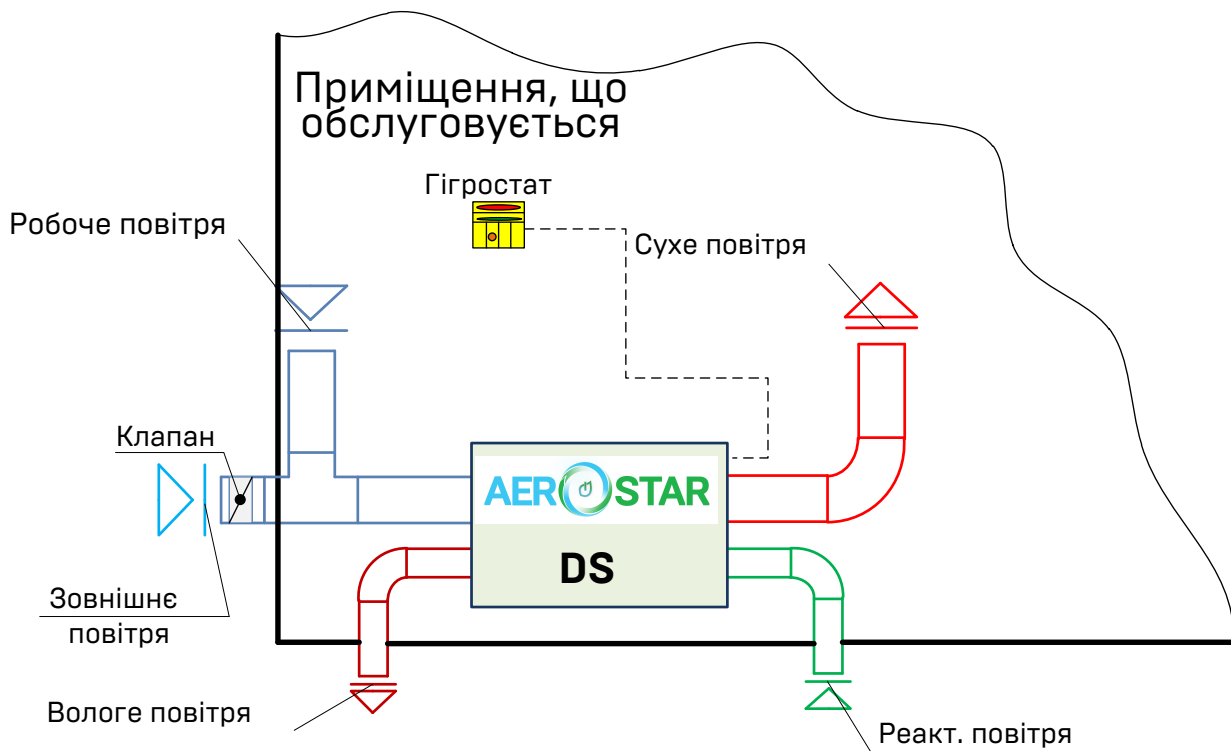

Рисунок 4.5 – Робота осушувача за «закритою» схемою з підмішуванням свіжого повітря (внутрішнє виконання)
- ✓ робота осушувача за «закритою» схемою з підмішуванням зовнішнього повітря (внутрішнє виконання) – див. рисунок 4.5;
На рисунку 4.6 – зовнішня установка осушувача під час роботи у режимі рециркуляції («закрита» схема) з підмішуванням зовнішнього свіжого повітря. Відрізняється від п'ятого варіанта (див. рис. 4.5) тільки місцем установки осушувача.